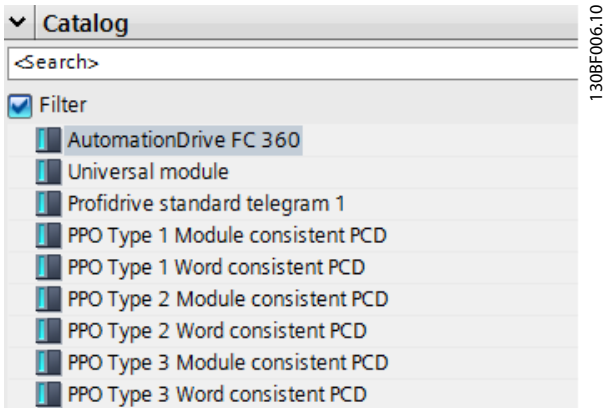

Рисунок 3.5 Импорт GSD-файла и доступ к нему
- Импортируйте GSD-файл FC 360 и откройте его в дереве каталога оборудования, см. *Рисунок 3.5.*